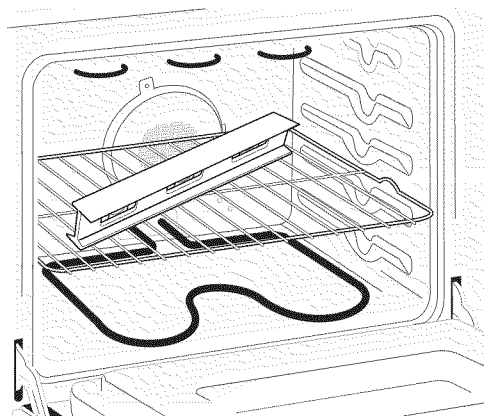
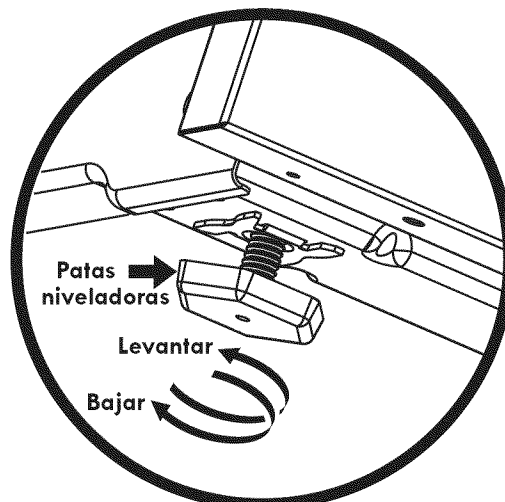

Figura 9
Figura 10
2. Ponga un nivel sobre la parrilla (figura 9). Tome dos lecturas con el nivel puesto diagonalmente en una dirección y después en la otra. Nivele la estufa, si es necesario, ajustando las 4 patas niveladoras con una llave de tuercas (figura 10).